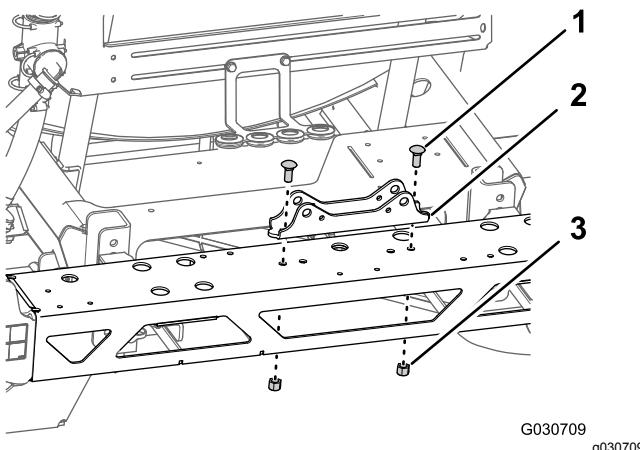

Bild 80
3. Entfernen Sie die zwei Schlossschrauben (1/2" x 1-1/4") und die zwei Sicherungsbundmuttern (1/2"), mit denen die Zylinderbefestigung am mittleren Auslegerabschnitt befestigt ist, und nehmen die Befestigung ab (Bild 80).